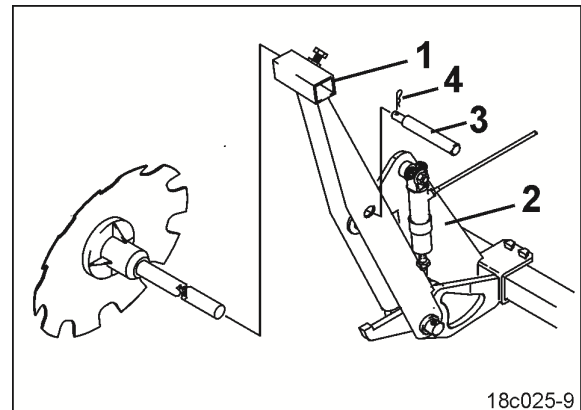

Рис. 203
3. Закрепите опору маркировочного диска (Рис. 203/1) на транспортном держателе (Рис. 203/2) пальцем (Рис. 203/3).
4. Застопорите палец (Рис. 203/3) пружинными фиксаторами (Рис. 203/4).